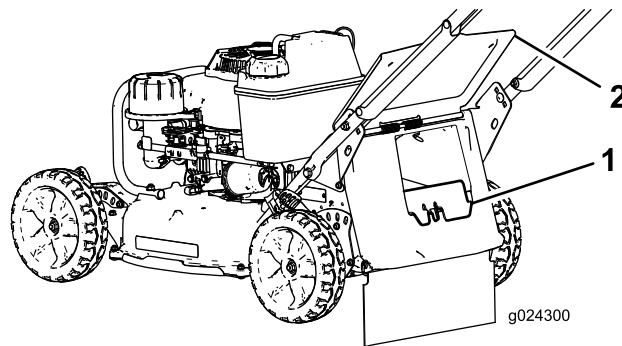

Figure 18
- Si l'obturateur d'éjecteur arrière n'est pas en place, saisissez-le par la poignée, soulevez le volet arrière, et insérez-le dans l'éjecteur arrière jusqu'à ce que le verrou s'enclenche ; voir Figure 18.
2. Extrémité de la tige du bac (2)
3. Déposez l'obturateur d'éjection arrière en appuyant sur le verrou avec le pouce et en tirant sur l'obturateur pour le sortir de la machine (Figure 18).